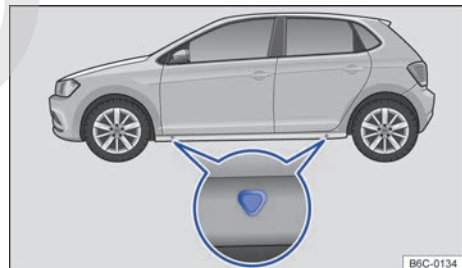

Fig. 164 Puntos de apoyo del gato.
El gato únicamente puede ser posicionado en los puntos de apoyo indicados (marca en la carrocería) → fig. 164. Es válido el punto de apoyo ubicado próximo a la rueda correspondiente →
7. Buscar debajo del vehículo el punto de apoyo del gato → fig. 164 más cerca de la rueda que se debe cambiar.